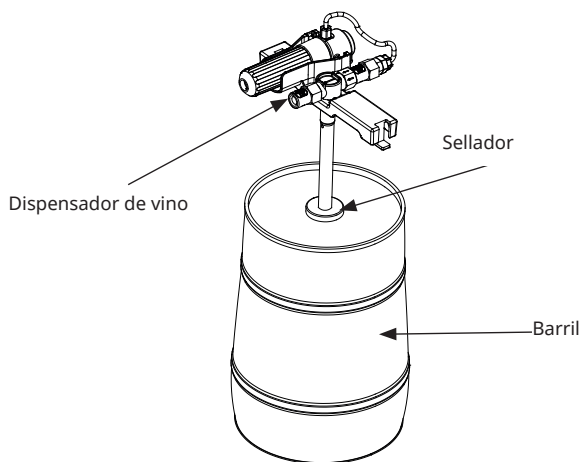

Figura 11
2. Alinee el tubo de succión del dispensador de vino (preinstalado antes de salir de fábrica) verticalmente con el sellador en el centro de la parte superior del barril de vino (compruebe o cambie el sellador en función de la parte de sellado del barril de vino) y presione el dispensador de vino con la mano para que el tubo de succión empuje el tapón de sellado hacia el interior del barril. A continuación, el tubo de aspiración se introduce rápidamente por completo en el barril y se oye un clic que indica que el dispensador está bien sujeto al barril (figura 11).